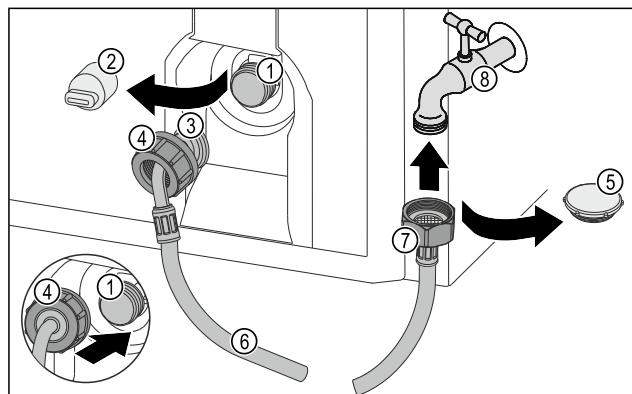

Fig. 19 Immagine a titolo di esempio
- ▶ Rimuovere la copertura Fig. 19 (2).
- ▶ Far scorrere il dado Fig. 19 (4) sull'estremità del flessibile inclinata Fig. 19 (3) fino in fondo e mantenerlo in posizione.
- ▶ Posizionare con cautela il dado Fig. 19 (4) sull'elettrovalvola Fig. 19 (1) e mantenerlo in posizione.
- ▶ Avvitare il dado Fig. 19 (4) manualmente proprio sulla filettatura, fino a quando non si raggiunge un posizionamento fisso e sicuro.
- ▶ Rimuovere il coperchio di chiusura Fig. 19 (5).
- ▶ Posizionare l'estremità del flessibile dritta Fig. 19 (7) sul rubinetto dell'acqua Fig. 19 (8).
- ▶ Stringere in senso orario sull'estremità del flessibile dritta Fig. 19 (7) in senso orario.